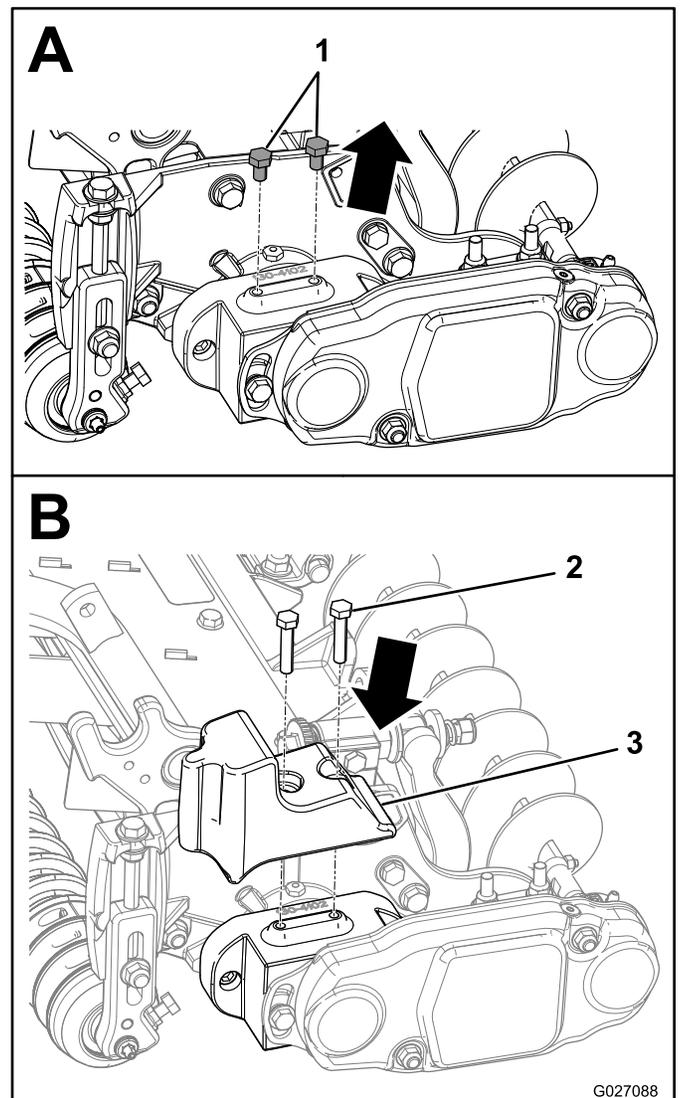

图1
1. 从滚刀组轴承座顶部拆下 2 个短螺丝（图1）。
2. 把配重块安装到轴承座上，并用 2 个长螺丝固定配重块（图1）。